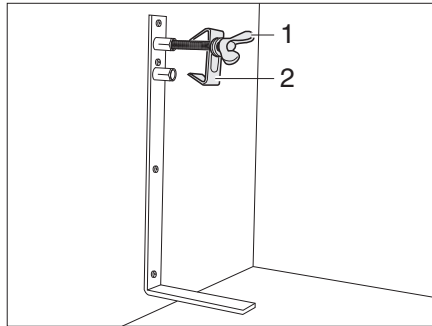

Bild 174 Ersatzrad-Halterung
- Die Schraube (Bild 174,1) lösen und mit der Zentrierung (Bild 174,2) abnehmen.